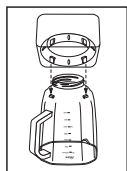

Fig. 15
- a. Para os modelos com copo de vidro Boroclass®, vire o copo de cabeça para baixo e coloque a base do copo a na abertura inferior do copo encaixando os quatro sulcos da base do copo nas quatro saliências copo (Fig. 15).